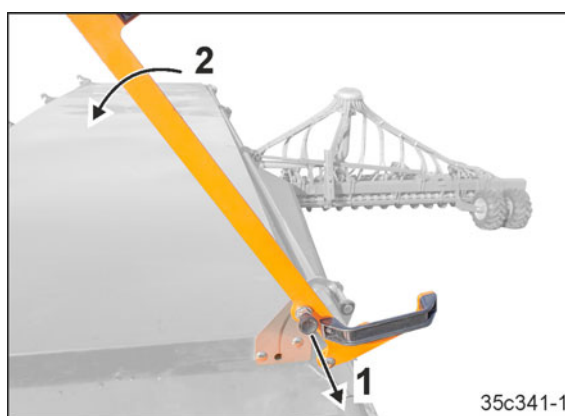

Fig. 259
3. Extrageți bolțul tensionat cu arc (Fig. 259/1) și rabatați maneta (Fig. 259/2) în jos.